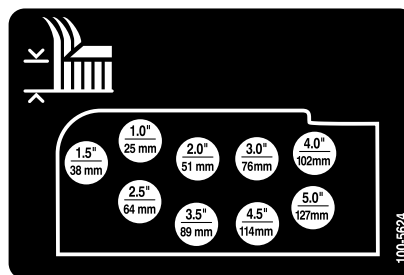

Figura 20
6. Montate le catene dell'altezza di taglio nel foro dell'altezza di taglio desiderata (Figura 20) usando il perno con testa e la coppiglia.